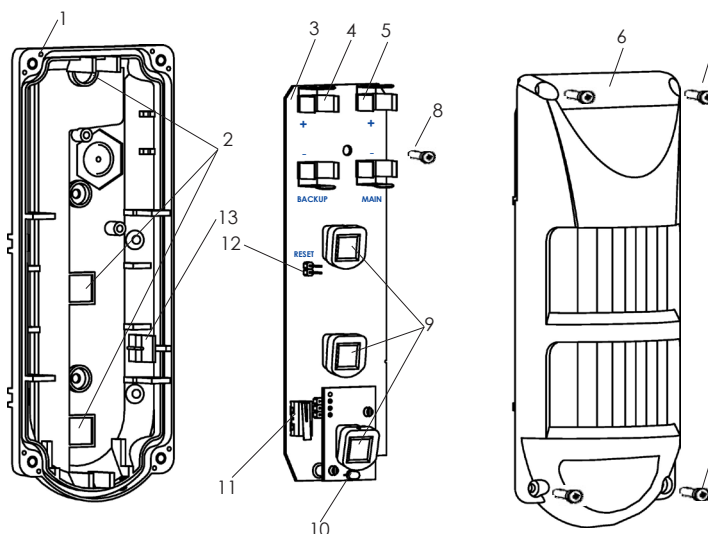

Рисунок 1 – Конструкция «Ri-OMD-1C»
Датчик (рисунок 1) состоит из основания (1), печатной платы (3) и крышки (6). На печатной плате расположены держатели двух батарей CR123A – основной (5) и резервной (4), три ИК пироприемника (9), двухцветный световой индикатор (10), датчик вскрытия корпуса (11) и контакты **RESET** (12). Печатная плата фиксируется на основании защелкой (13) и винтом (8). Крышка (6) крепится к основанию (1) четырьмя винтами (7) с использованием герметизирующей прокладки.